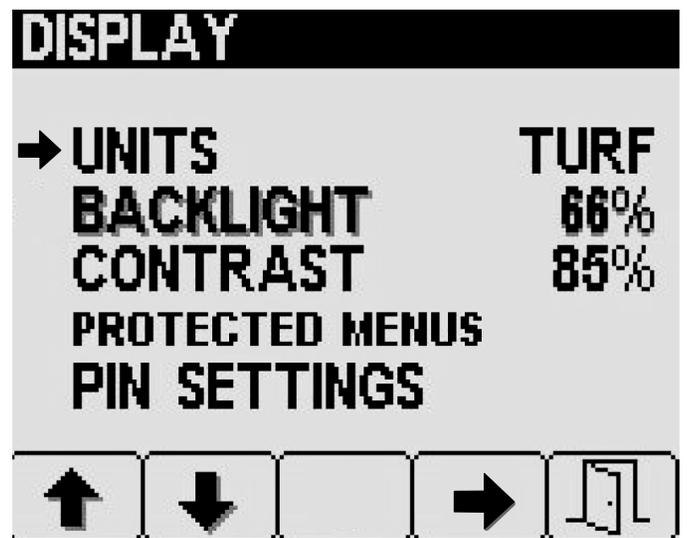

Figura 27
2. Nella schermata del menu Display, premete i pulsanti 1 o 2 per navigare all'opzione Unità, poi premete il pulsante 4 per selezionare Unità (Figura 27).